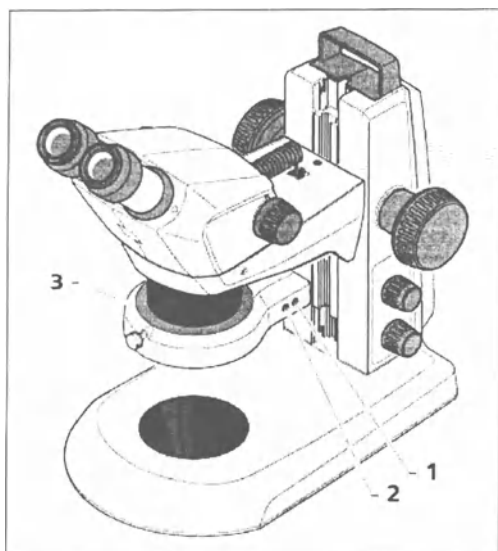

Рис. 23. Кольцевой осветитель
- Последовательным нажатием кнопки (рис. 23/2) пользователь может выбрать один из четырех режимов освещения кольцевого осветителя (рис. 23/3):
- Однократным нажатием кнопки (рис. 23/1) регулируемый сегмент поворачивается по часовой стрелке на четверть оборота при каждом нажатии.
- Нажатием и удержанием кнопки (рис. 23/1) в течение более 2 секунд регулируемый сегмент устанавливается в режим непрерывного вращения (шаг вращения 1/8 круга, 1 секунда на оборот при каждом нажатии).
- Повторным нажатием кнопки (рис. 23/1) вращение останавливается, и образец снова освещается сзади.